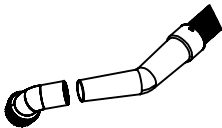

Fig. 11 – Conexión de la boquilla del cepillo a la manguera
- Para limpiar tapizados o tejidos, el usuario puede utilizar la boquilla del cepillo (Fig. 11).
- Monte la boquilla con cepillo en la manguera (Fig. 11).